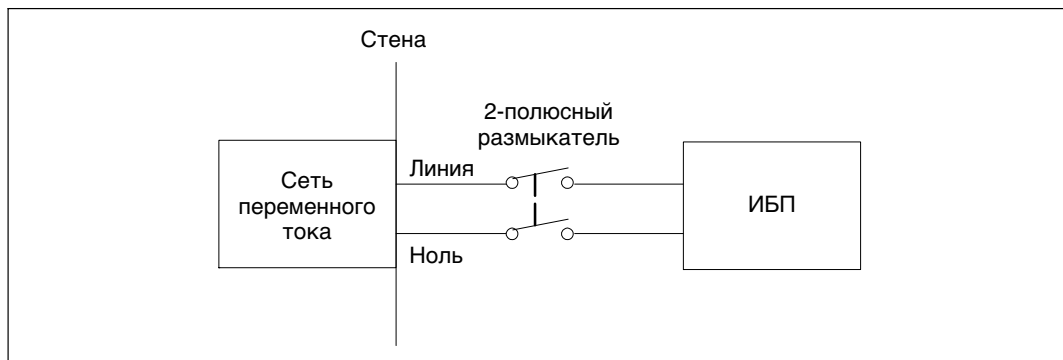

Рисунок 17. Схема размыкателя цепи
- Для работы данного защитного устройства требуется двухполюсный размыкатель между выходом ИБП и нагрузкой (см. Рисунок 17)